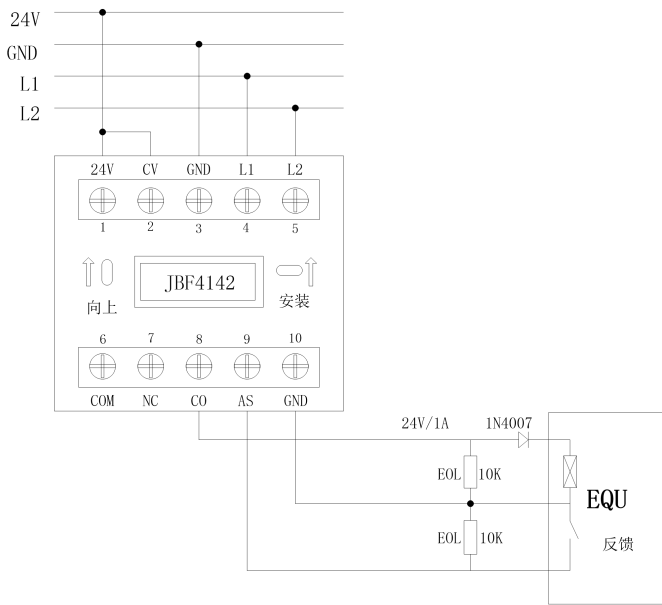

图 3 接线方式
- CO(端子 8)、GND（端子 10）：接被控设备。模块启动后 CO 端（8）输出 24V，见接线方式 (图 3)。